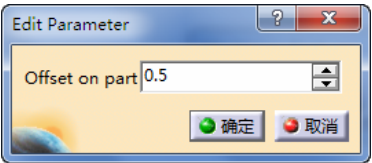

图 3-19 定义零件余量 (1)
- 定义零件余量 (1)。双击 “Rough.1” 对话框中的 “Offset on part”, 弹出 “Edit Parameter” 对话框, 可设置余量大小为 “0.5” mm, 如图 3-19 所示。